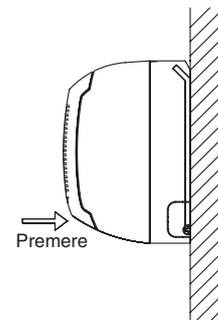

Fig. 3-27
2. Premere sulla presa d'aria per tenerla in posizione e premere la parte inferiore dell'unità interna sino a sentire uno "scatto". A quel punto, l'unità interna è fissata in modo sicuro alle linguette di installazione sul lato inferiore del pannello posteriore. (Fig. 3-27)